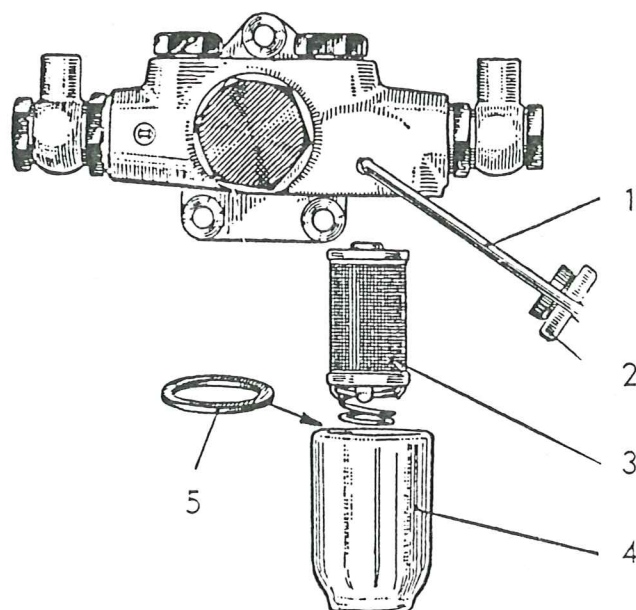

Fig. 16. Förfilter på matarpump.
Lossa spännmuttern (2, fig. 16) på bygeln (1) och för den senare åt sidan. Lyft ned behållaren (4), tag ut filterinsatsen (3) och tvätta både behållaren och insatsen i bensin eller ren brännolja, använd en mjuk borste, ej stålborste.